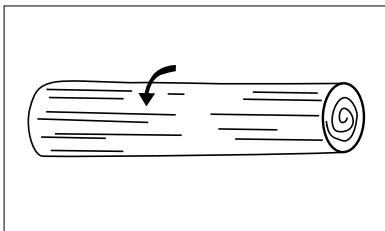

Рис. 20
1. В случай, че стволът е на опори по цялата дължина, задвижете верижния трион отгоре надолу и в същото време се уверете, че веригата не се врязва в земята (рис. 20).
За равномерно износване шината трябва да се върти на всеки 8 часа работа. Поддържайте чист жлеб на шината и отвора за смазване с почистващ инструмент (не е включен в комплекта) (рис. 20).